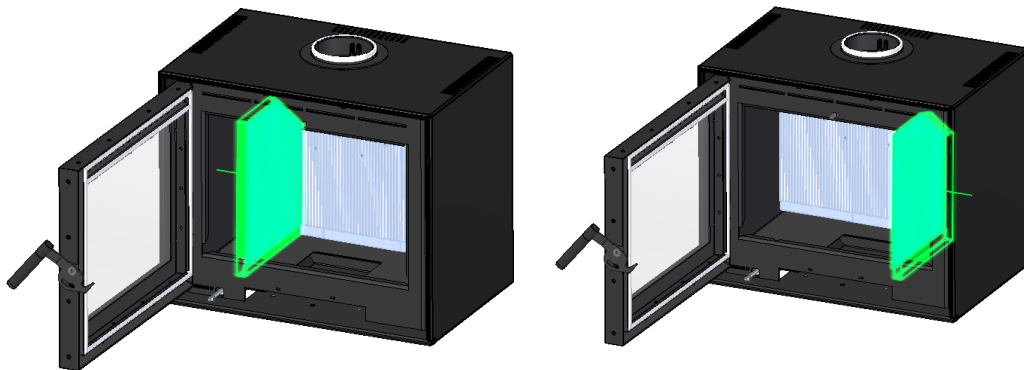

Figure 14 – Retrait des côtés thermottes de l'équipement
4. Retirez les 2 pièces sur les côtés, en les déplaçant vers le centre de l'appareil, puis vers l'extérieur de la machine, voir FIG 14.